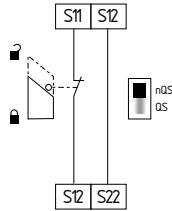

Fig. 11
**Circuito de monitorização de porta de proteção de canal único com dispositivos de encravamento conforme EN ISO 14119 (ver Fig. 11)**